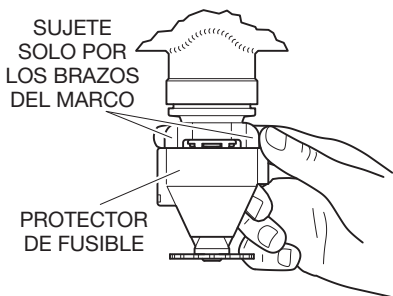
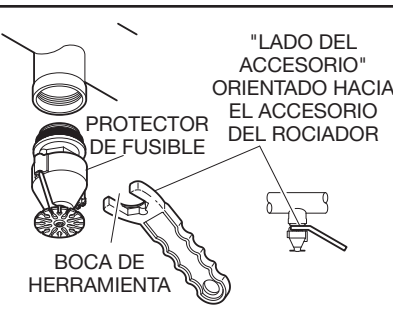

FIGURA 5
FIGURA 6
- Para evitar dañar el conjunto de eslabón fusible durante la instalación, asegúrese de que el protector del fusible montado en fábrica permanezca unido al rociador, y sujete el rociador exclusivamente por los brazos del cuerpo, como se muestra en la Figura 5. Utilice exclusivamente la herramienta adecuada de alineamiento de rociador, como se muestra en la Figura 6.
(Opcional) Utilice la herramienta de alineación como se muestra en la Figura 6 para aplicar una fuerza mayor.